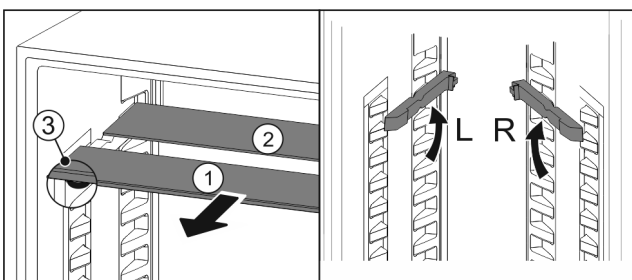

Fig. 142
- ▶ Glasplaten afzonderlijk vanaf de voorkant eruit trekken Fig. 142 (1).
- ▶ Glasplaat Fig. 142 (1) met sierlijst ligt voor.
- ▶ Stops Fig. 142 (3) zijn naar onder gericht.